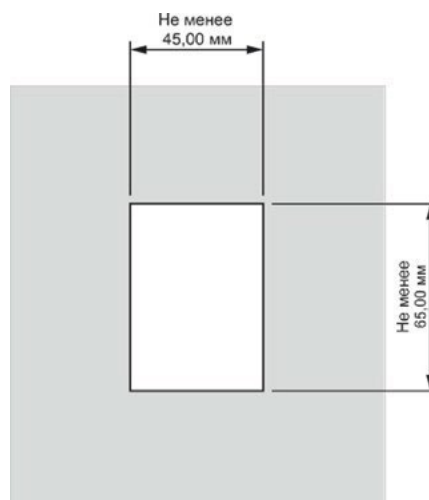

Рис.8
- Выбрать удобное место установки панели на поверхности. Разметить место установки при помощи шаблона из комплекта (см. рис.8).
- Инструментом выбрать прямоугольное отверстие в материале (см. рис.8).